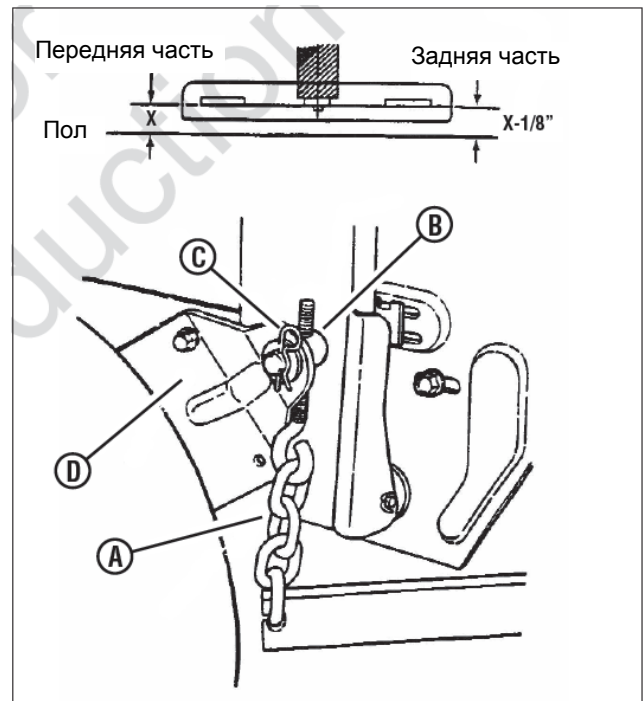

Рис. 35. Регулировка режущей деки (продольная)
4. Снимите цепные подвески (А, рис. 35). Дека должна опираться на металлический уголок в задней центральной части.
9. Отрегулируйте стержни цепной подвески (В, рис. 35), чтобы выровнять их с отверстиями в опорных кронштейнах (D).
Райдер должен быть установлен на гладкой ровной поверхности, поверните нож кончиком вперед-назад. Измерьте расстояние между кончиками и полом (рис. 35). Оно должно быть одинаковым или задний кончик на 3-6 мм ниже переднего. Если задний кончик выше или более чем на 6 мм ниже переднего, переходите к процедуре выравнивания.
1. Снимите задние подвесные цепи (А, рис. 35).